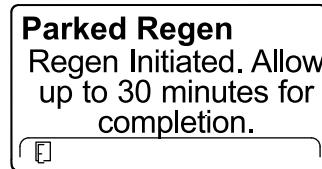

Figure 61
6. L'InfoCenter affiche un message indiquant la durée de la régénération (Figure 61).